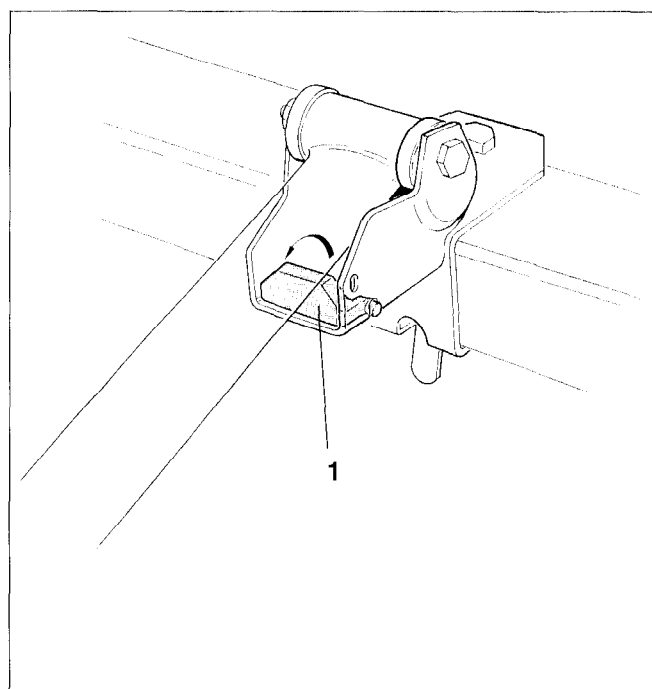

Fig. 7.14
- Das nicht benötigte Schar kurz anheben und die Scharstütze (Fig. 7.14/1) nach hinten klappen,